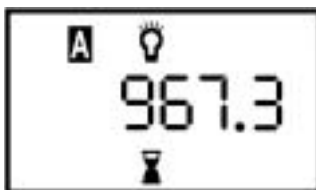

Abb. 6-4 Standby-Bildschirm
- d. Der nächste Bildschirm ist der "Standby"-Bildschirm (siehe Abb. 6-4), der darauf hinweist, dass sich das Harmony im Standby-Zustand befindet.